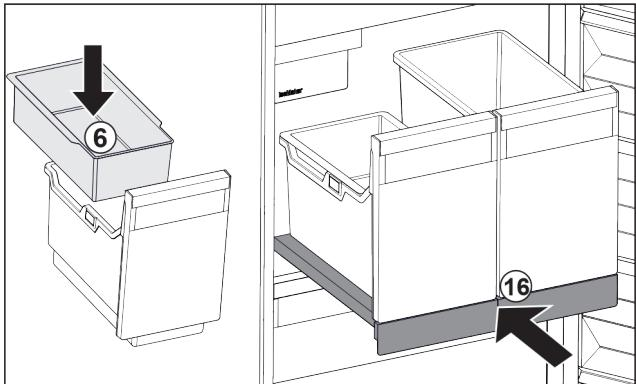

Fig. 96
- ▶ 安装冰块挂盘 Fig. 96 (6)。
- ▶ 将带有容器 (IceTower) 的拉出式搁板推入。Fig. 96 (16)